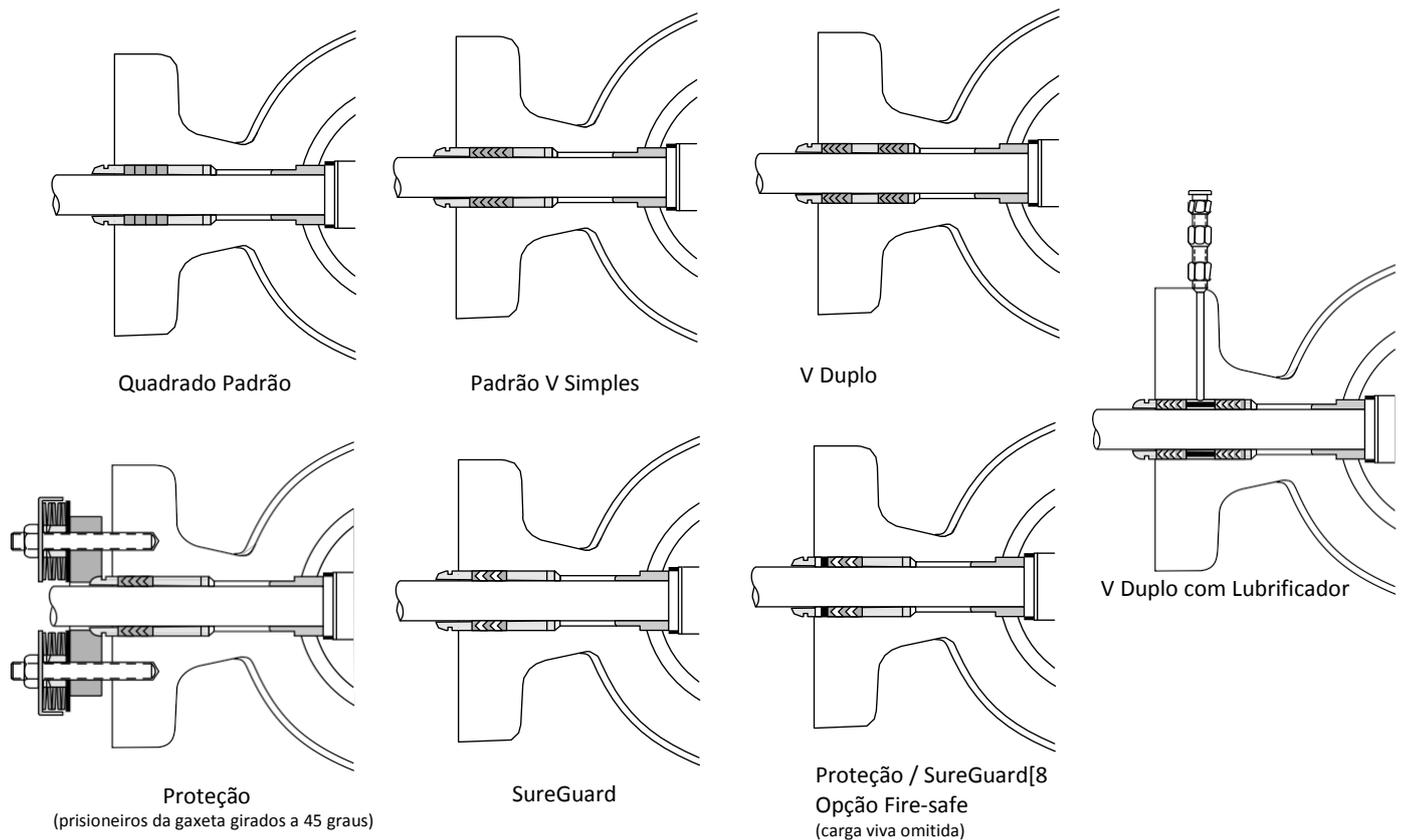

Figura 3: Configuração de Gaxeta Típica
6. Deslize o retentor da gaxeta, a gaxeta inferior, o espaçador de gaxeta, a gaxeta superior e o seguidor de gaxeta na extremidade ranhurada do eixo e no corpo. Configurações típicas de gaxeta são mostradas na Figura 3.